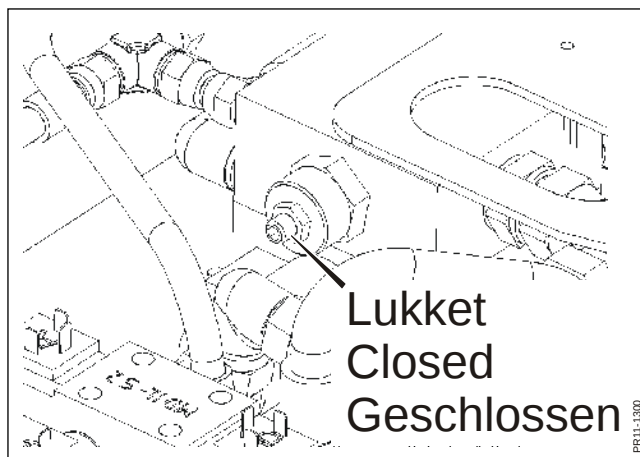

Fig. 2-10
Fig. 2-10 Derudover skal man sikre sig, at **omløbsventilen på maskinens hydrauliksystem er lukket/skruet ind**, se figur 2-10. Hvis den ikke er det, skrues den ind ved at løsne kontramøtrikken, hvorefter skruen kan drejes ind ved hjælp af en unbrako-nøgle eller en lille rørtang. Husk at spænde kontramøtrikken igen til sidst. BEMÆRK: For at få adgang til maskinens hydrauliksystem er det nødvendigt at afmontere skærmen, der er placeret ovenpå maskinens trækkonsol.
- Fig. 2-10 Derudover skal man sikre sig, at **omløbsventilen på maskinens hydrauliksystem er lukket/skruet ind**, se figur 2-10. Hvis den ikke er det, skrues den ind ved at løsne kontramøtrikken, hvorefter skruen kan drejes ind ved hjælp af en unbrako-nøgle eller en lille rørtang. Husk at spænde kontramøtrikken igen til sidst. BEMÆRK: For at få adgang til maskinens hydrauliksystem er det nødvendigt at afmontere skærmen, der er placeret ovenpå maskinens trækkonsol.